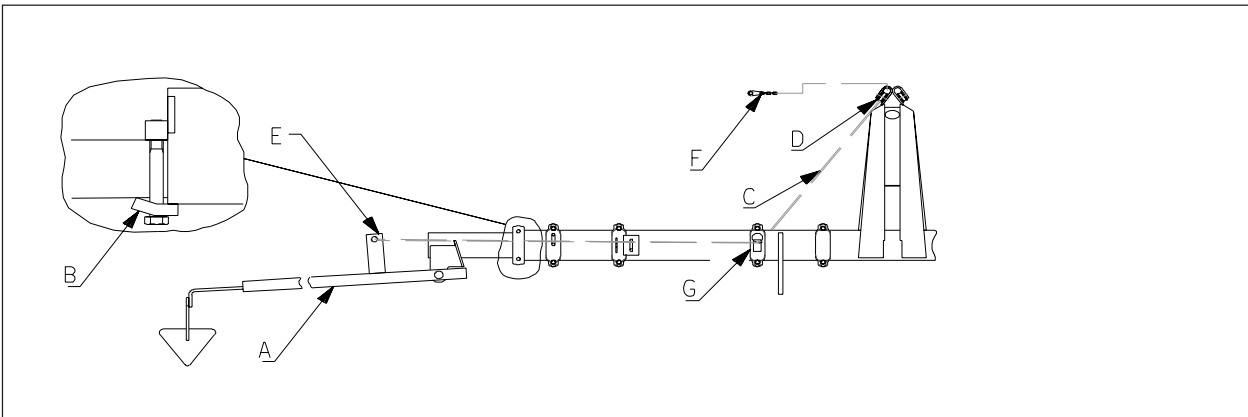

Fig. 29
Montera markörerna (Fig. 29/A) på ändarna av maskinens ramrör. Fästs med klämjärn (B). För lyftkedjan (C) framåt genom rullen (D) på toppen av tornet via klämjärn (G) till fästpunkt (E) på markörstången. Andra änden (F) (med platta) fästs under traktorns